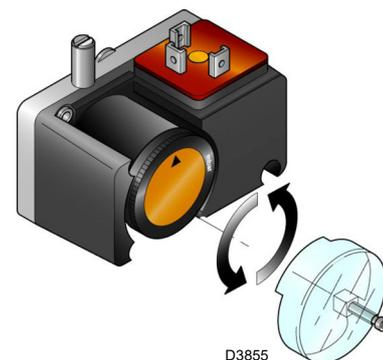

Abb. 34
- Regeln Sie den Minimal-Gasdruckwächter (Abb. 34 auf Seite 33) auf den Skalenanfang.
Den Gas-Mindestdruckwächter (Abb. 34) nach erfolgter Einstellung des Brenners, der Gasventile und des Stabilisators der Gasarmatur einstellen.